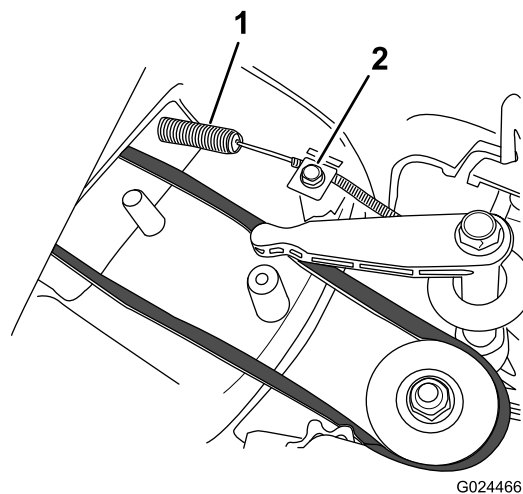

Figura 30
2. Instale el nuevo cable del freno de la cuchilla, pero no apriete la abrazadera de la parte superior de la carcasa de corte (Figura 30).